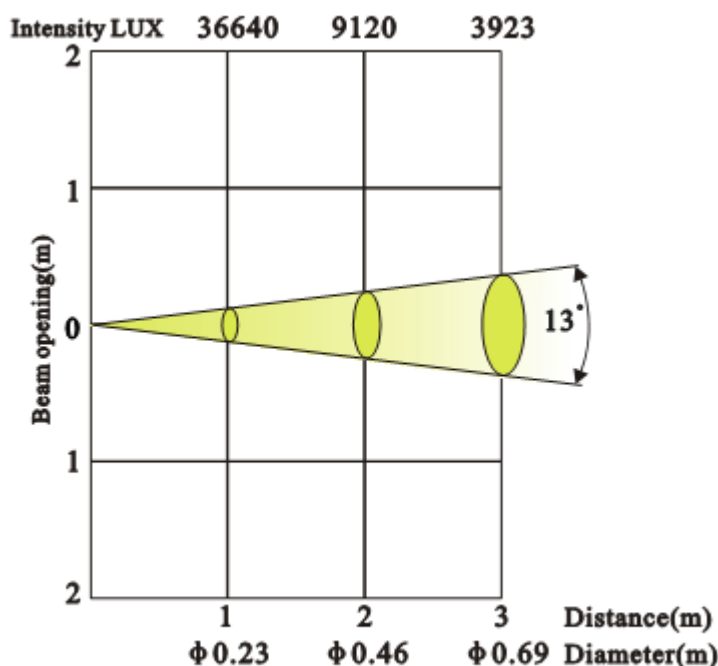

Afbeelding 5
6. Verwissel de gobo en plaats de bevestigingsring terug. Bij het terugplaatsen van de gobo armatuur moet de onderkant van de gobo armatuur onder de metalen houder (deze bevindt zich naast de onderkant van het gobowiel) glijden (Afbeelding 5).